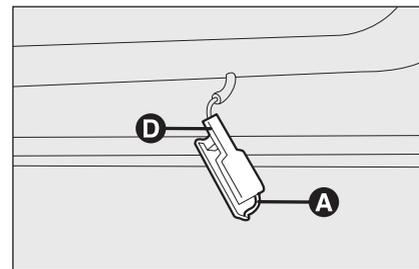

Рис. 35
- витягніть розсіювач, натиснувши на фіксатор **A** (рис. 35) викруткою;
- установіть розсіювач **D** (рис. 35) на місце (вдавивши спочатку один край, потім інший до клацання).